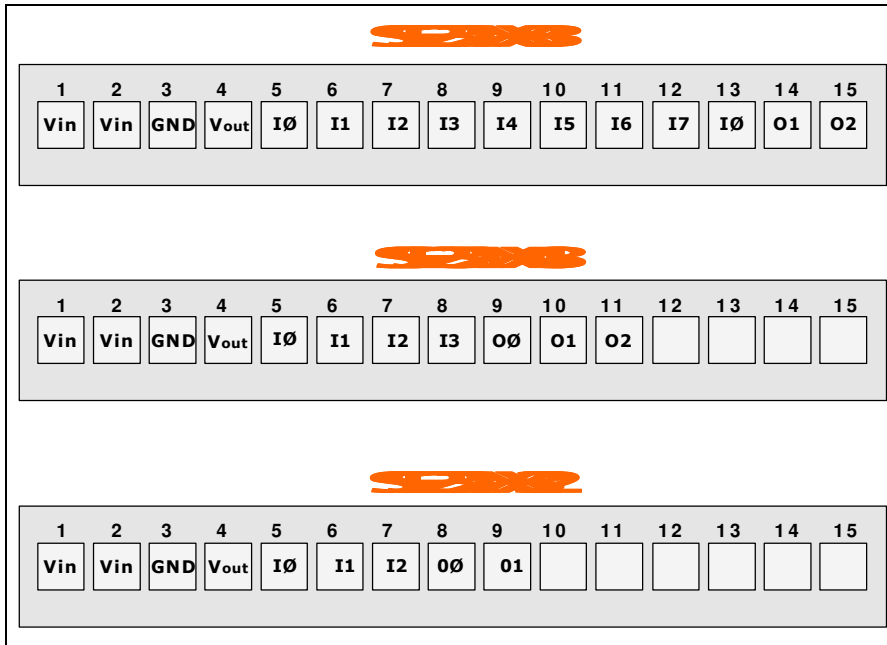

Figura 4 - Esquema de posición de I/O para SSE232-XX83-ST, SSE232-XX43-ST, SSE232-XX32-ST
En la figura 4 se observa la ubicación en el conector del SSE232-ST de las entradas-salidas. Como se puede ver, las entradas se encuentran adyacentes a los 4 primeros bornes del conector: Vin(1), Vin(2), GND(3) y Vout (4). Inmediatamente después de las entradas se encuentran las salidas. En ambos casos, se comienzan a numerar desde 0. De esta manera la primer entrada es la I0. En forma análoga, la primer salida se denominará O0.